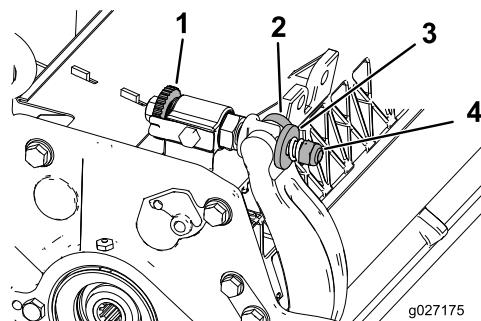

図 29
- ベッドバー調整ねじを左に回して下刃とリールの接触を完全になくす図 29。
- スプリングテンションナットをゆるめて、ワッシャがベッドバーを全く押さないようにする図 29。